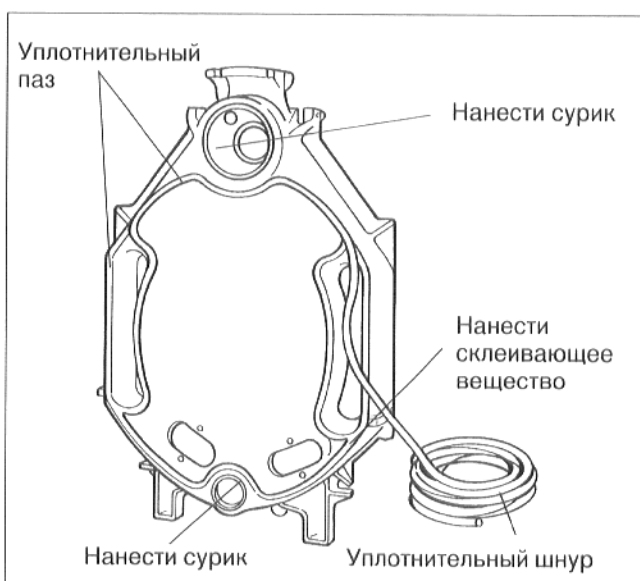

Рис. 11
- Вложить, слегка вдавливая, эластичный уплотнительный шнур в уплотнительный паз передней стороны заднего элемента, начиная с верхней части ступицы. У стыка хорошо сжать концы уплотнительного шнура (рис. 11).
- Покрывать уплотнительные поверхности ступиц суриком (рис. 11).
- Покрывать уплотнительные пазы склеивающим веществом (Primer) (рис. 11).